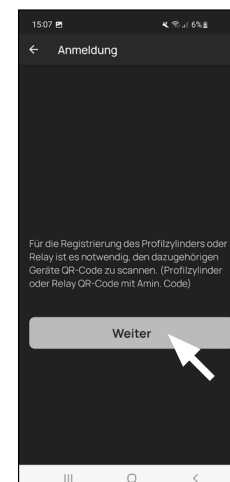

Fig. 4
- Pulse en «Continuar» (Fig. 4). En caso necesario, se le pedirá que confirme el acceso a la App en la cámara.